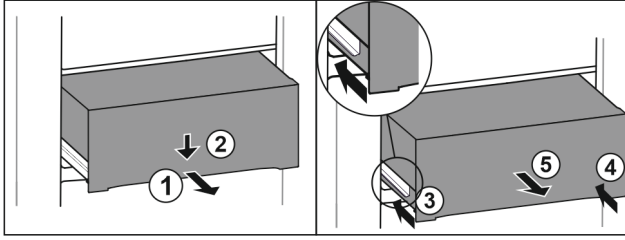

Fig. 163
- ▶ Çekmeceyi yarıya kadar dışarı çekin. Fig. 163 (1)
- ▶ Ön taraftaki çekmeceyi aşağı itin. Fig. 163 (2)
- ▶ Sol rayı yaklaşık 2 cm içeri sürün. Fig. 163 (3)
- ▶ Sağ rayı yaklaşık 2 cm içeri sürün. Fig. 163 (4)
- ▶ Çekmeceyi öne doğru çıkartın. Fig. 163 (5)